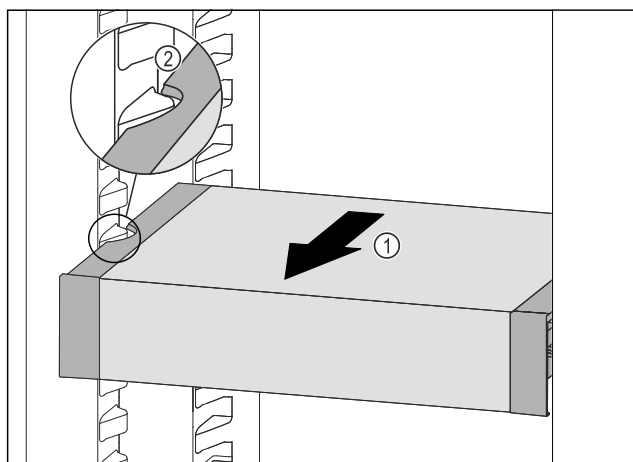

Fig. 138
- Táhněte VarioSafe dopředu Fig. 138 (1), dokud nebudou boční vybrání VarioSafe na úrovni žebrování na nádoby v chladničce. Fig. 138 (2)